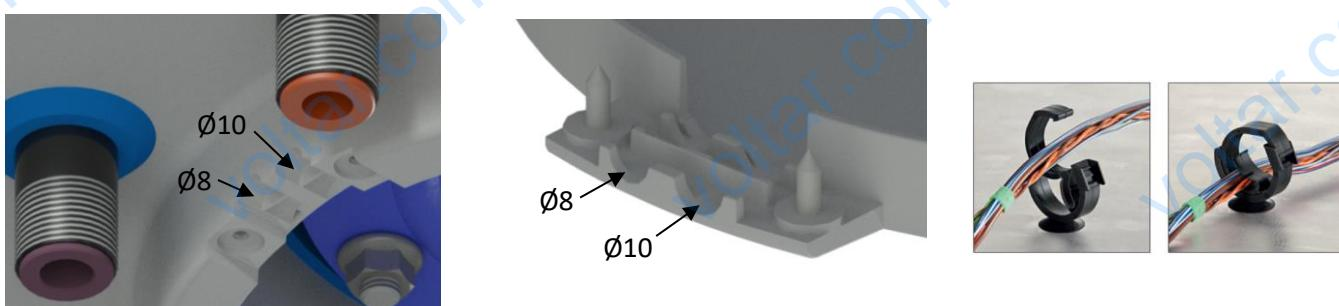
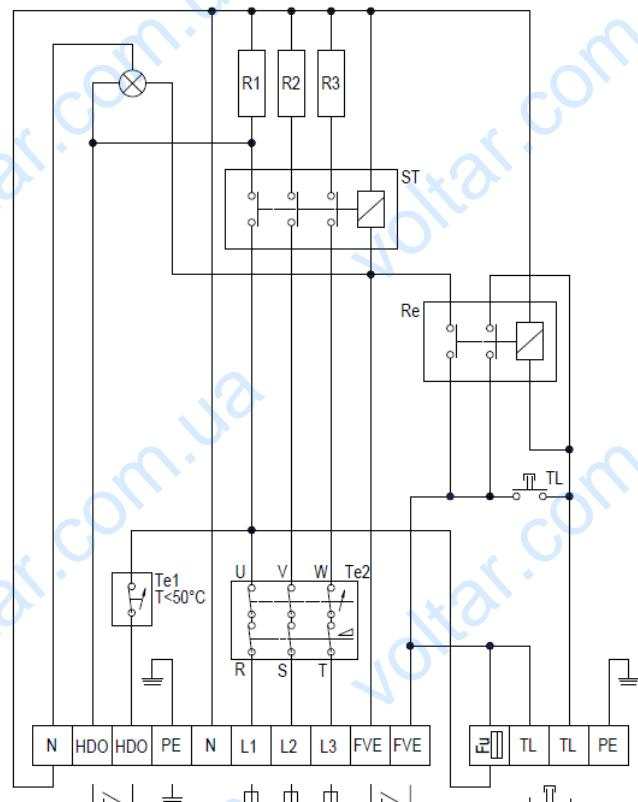

Рисунок 6
Рисунок 7
Подключение выполните согласно приложенной схеме. Подключение, выполненное на заводе, запрещено менять! (Рисунок 7) В крышке электропроводки снимите перегородку, соответствующую диаметру подводящего провода $\varnothing 8$ или $\varnothing 10$ (Рисунок 6). Степень защиты электрических компонентов водонагревателя - IP 44. Потребляемая мощность электрического нагревательного элемента 3x2200 Вт. Для крепления приводного кабеля изпользуйте установленные держатели.
- Схема эл. подключения прилагается к водонагревателю на крышке электропроводки (Рисунок 7).